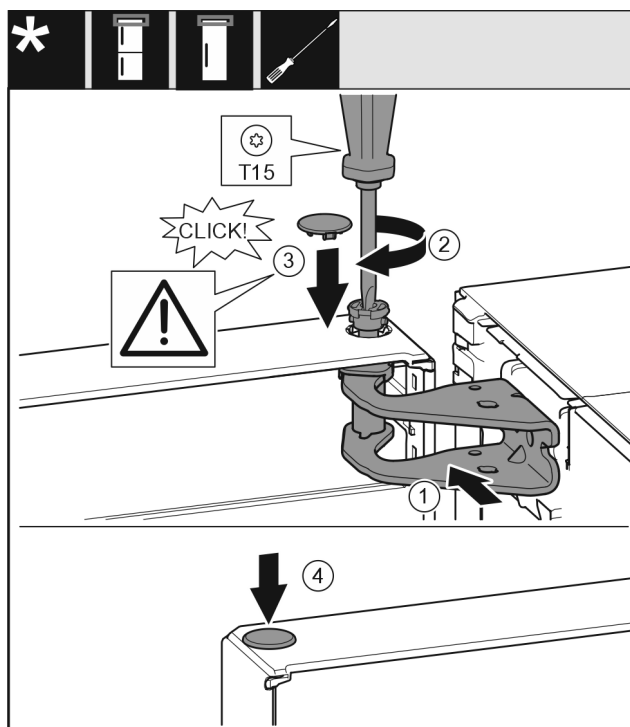

Fig. 22
- Vložte čep Fig. 22 (2) a pevně jej utáhněte šroubovákem.
- K zajištění dveří namontujte bezpečnostní kryt Fig. 22 (3): Bezpečnostní kryt nasad'te a zkontrolujte, zda přiléhá na dveře. V opačném případě čep zcela zasuňte.
- Vložte zátku Fig. 22 (4).